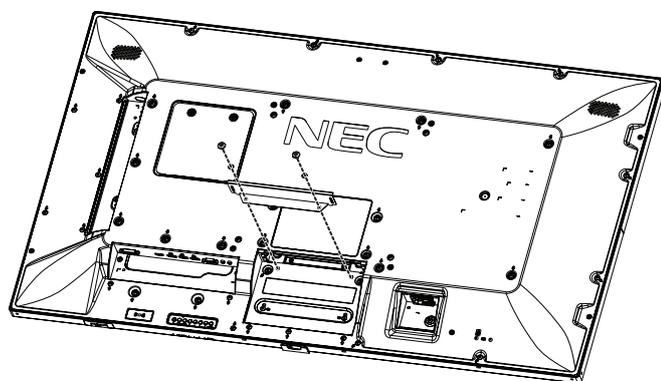

Figura 1
3. Rimuovere la copertura dello slot svitando le viti (**Figura 1**).